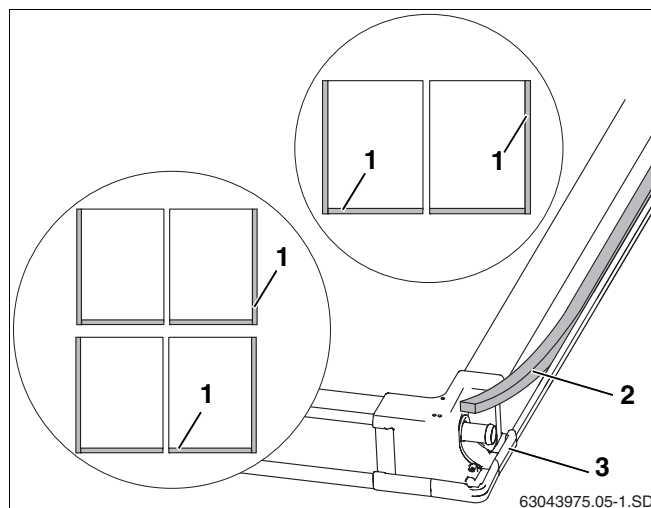

Рис. 23 Задняя сторона коллектора
В местах соединений боковых и нижних накладных листов с коллекторами (рис. 23, **поз. 1**) должна быть уложена уплотняющая лента.
- Уложить уплотняющую ленту (рис. 23, **поз. 2**) клеящей стороной вперед в пазы наружной стороны крайнего коллектора и внизу каждого коллектора (рис. 23, **поз. 1**), в т.ч. в угловой соединительный элемент (рис. 23, **поз. 3**).